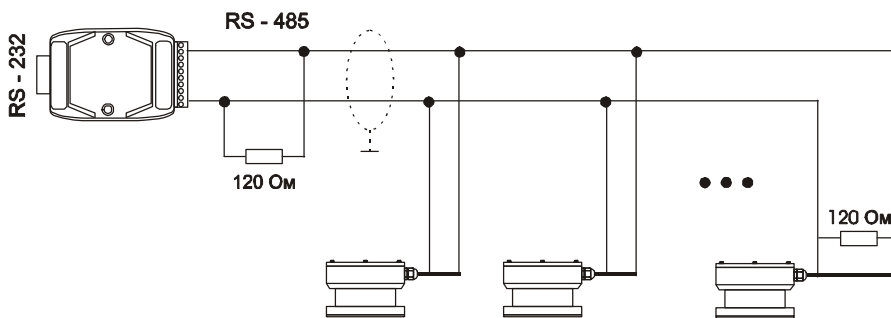
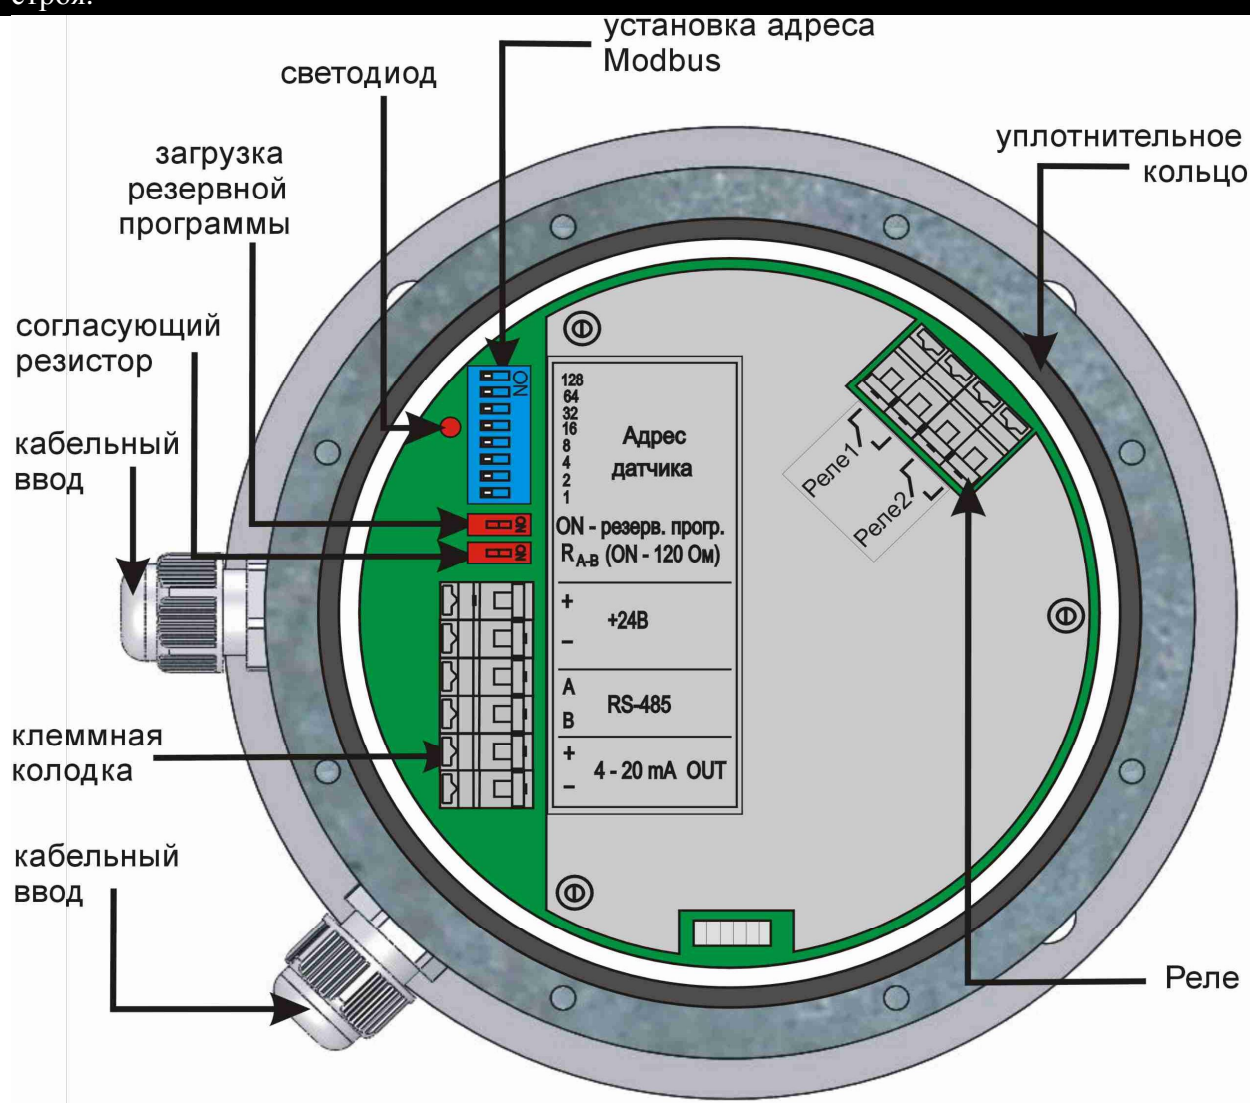

Рис.10.3. Классическая схема построения линии RS-485.
Рис.11. Датчик УЛМ 5-1 со снятой крышкой.
На рис.10.3 изображен способ прокладки линии соответствующий общим требованиям стандарта RS485, рассчитанного на высокоскоростную передачу данных в условиях промышленных помех. При большой протяженности линии рекомендуется на концах линии между проводами “А” и “В” устанавливать согласующие резисторы 120 Ом. Для этого в датчике имеется переключатель, подключающий данный резистор к линии (рис.11). Необходимо учитывать, что в некоторых преобразователях интерфейса данный резистор также установлен внутри. При протяженности линии более 800 м или количестве устройств на линии более 32 рекомендуется использовать стандартные репитеры для RS-485, например ADAM 4510.
- 5) Ввести кабель внутрь датчика через уплотнительную манжету кабельного ввода. Подключить провода к клеммнику в соответствии со схемой на шильдике (рис.11).
- 4) Посмотрите на светодиод (рис.11). В исправно работающем датчике светодиод постоянно мигает (кроме режима работы с флеш памятью прибора – см. «Конфигуратор – РП» п.2.8). Если диод не мигает - датчик не работает. Причиной этого может быть повреждение программы или настроек хранящихся во флеш памяти датчика. Для проверки, обесточьте датчик, переведите DIP-переключатель «Загрузка резервной программы» (рис.11) в положение «ON», подайте питание. Если светодиод не мигает - датчик требует ремонта, свяжитесь с производителем.
Если не удаётся подключиться к датчику, проверьте работоспособность датчика, следуя указаниям п.18.1.1.2. Если диод (рис.11) мигает, напряжение в норме, но датчик не «отвечает», возможно, неисправен ИК-порт. Попробуйте подключиться к датчику через RS-485, используя информационный кабель, входящий в комплект ПЛ-01.